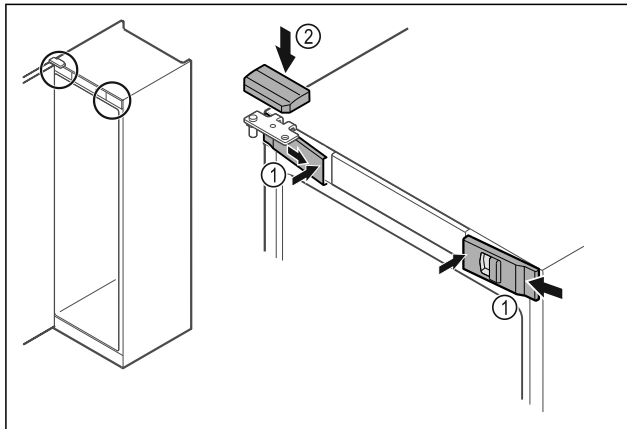

Fig. 48 *
- ▶ Akassza be oldalt az elülső burkolatokat Fig. 48 (1), és belül pattintsa be.*
- ▶ Felülről pattintsa be a felső burkolatot Fig. 48 (2)*